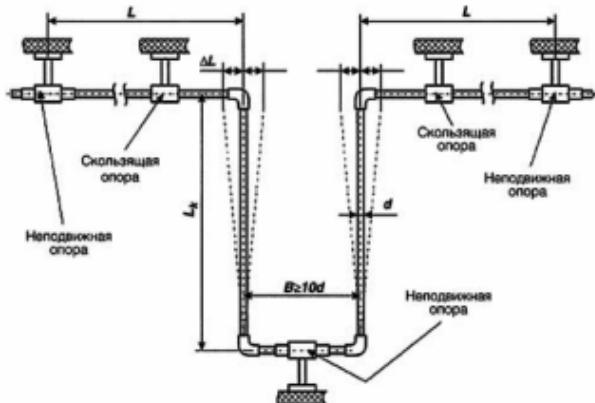

Рис. 2. П-образный метод компенсации
- с помощью П-образных компенсаторов (рис. 2);